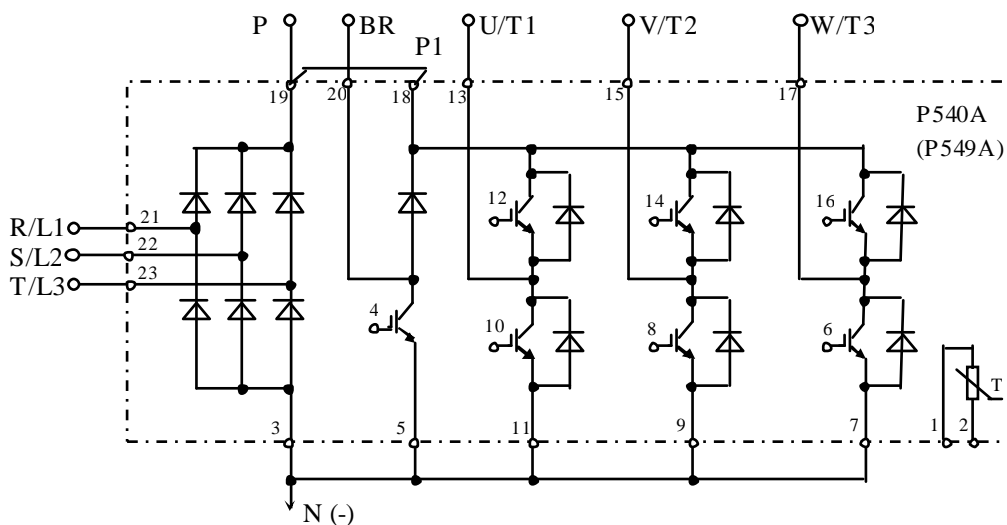

Рис. 4.4 Принципиальная схема матриц P540A и P549A
- 4.6.2. Электрическая принципиальная схема матриц P540A и P549A приведена на рис.4.4 (на схеме также показаны внешние силовые клеммы ПЧ).